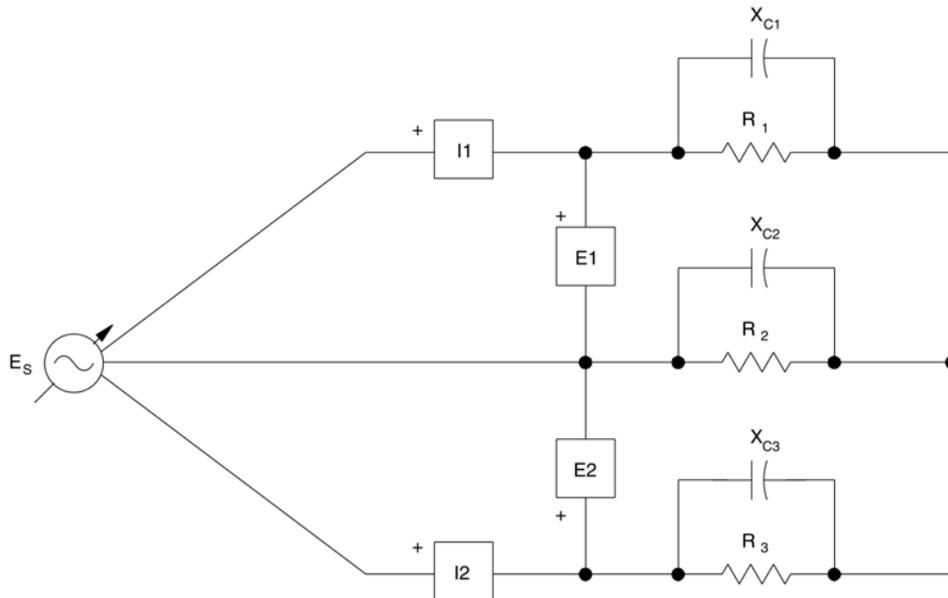

Figure 6-14. Ajout d'un condensateur à la charge raccordée en étoile.
16. Ajoutez un condensateur en parallèle avec la charge raccordée en étoile, comme à la figure 6-14, et réglez X_{C1} , X_{C2} et X_{C3} aux mêmes valeurs que R_1 , R_2 et R_3 . Mettez l'interrupteur principal du Bloc d'alimentation à la position I (marche) et, au besoin, réglez à nouveau la tension E_S , de façon à obtenir la valeur utilisée précédemment.